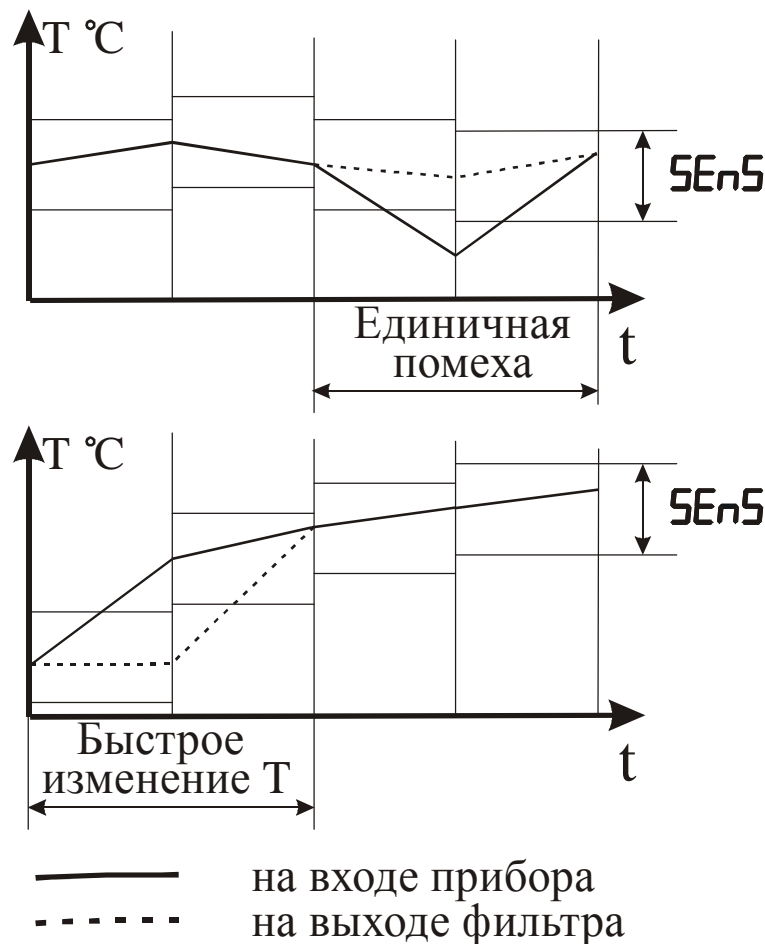

Рисунок 3.12 – Работа фильтра при воздействии случайной помехи и быстром изменении сигнала
3.3.3.8 С целью уменьшения влияния случайных импульсных помех на показания в прибор введена цифровая фильтрация. Работа фильтра описывается параметром “Полоса фильтра”. Если текущее значение температуры отличается от результатов предыдущего измерения на значение, которое превышает указанное в параметре “Полоса фильтра”, то проводится повторное измерение температуры, а на индикаторе остается старое значение (см. рисунок 3.12).